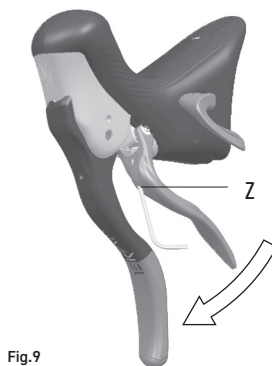
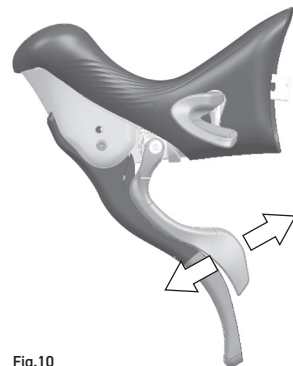

Fig.9
Fig.10
La position du levier externe, plus ou moins proche du levier de frein, peut être réglée au moyen de la vis sans tête présente dans le trou Z (Fig.9 / Fig. 10). La position correcte du levier externe doit permettre au levier d'effleurer le caoutchouc présent sur le levier de frein sans le toucher.
- Tourner la clé Allen dans le sens des aiguilles d'une montre (Fig.9) pour éloigner le levier du levier de frein (Fig.10), ou dans le sens inverse pour rapprocher le levier.